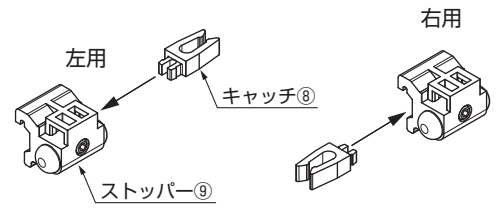

図 2-2-1
(1)下用のレール(②または②)にストッパー⑨およびキャッチ⑧を図 2-2-1 のように組み込んでください。